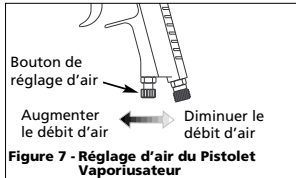

Figure 7 - Réglage d'air du Pistolet Vaporisateur
1. Régler la pression d'air selon les recommandations fournies avec le matériel à pulvériser. La pression d'air tombe d'habitude entre 276 - 414 kPa. Régler la pression d'air avec la gâchette tirée et le bouton de réglage d'air (si applicable) complètement ouvert. Si vous désirez une pression d'air diminuée pour quelques endroits de l'objet à pulvériser, utiliser le bouton de réglage d'air pour diminuer la pression au besoin (Voir Figures 7 ou 8).
1. Régler la pression d'air au pistolet selon les recommandations fournies avec les matériaux de pulvérisation. Cette pression varie entre 276 - 414 kPa. Régler la pression d'air avec la gâchette tirée et le bouton de réglage d'air (si applicable) complètement ouvert. Si vous désirez une pression d'air diminuée pour certains endroits de l'objet de travail, utiliser le bouton de réglage d'air pour diminuer la pression au besoin (Voir Figures 7 ou 8).